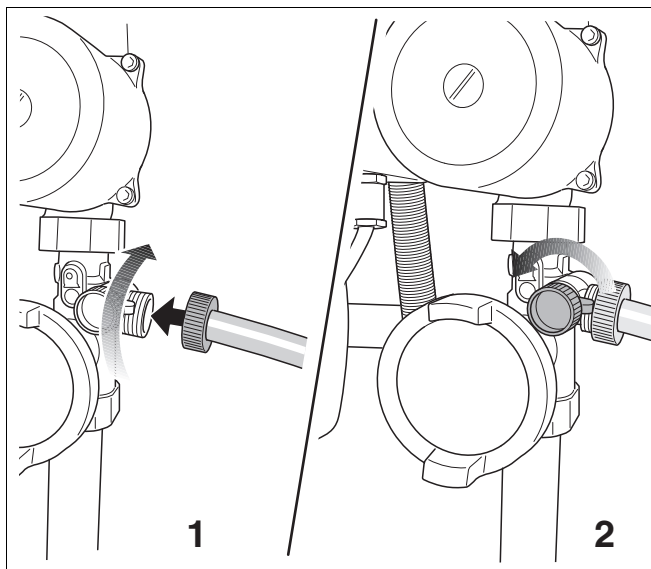

Bild 66 Anslut slangen / öppna påfyllnings- och tappningskranen
- Öppna påfyllnings- och tappningskranen (bild 66).